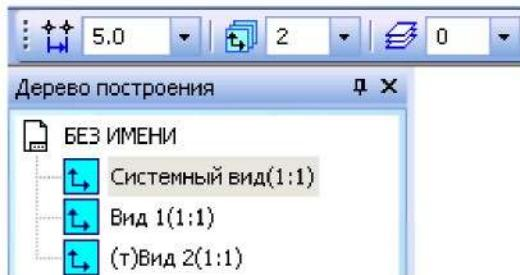

Рис. 3.8. - Дерево построения при использовании нескольких видов детали
- **Состояние видов** на панели Текущее состояние и выбрать необходимый вид. Ниже представлено изображение **Дерево построений** с двумя созданными видами (рис. 3.8).